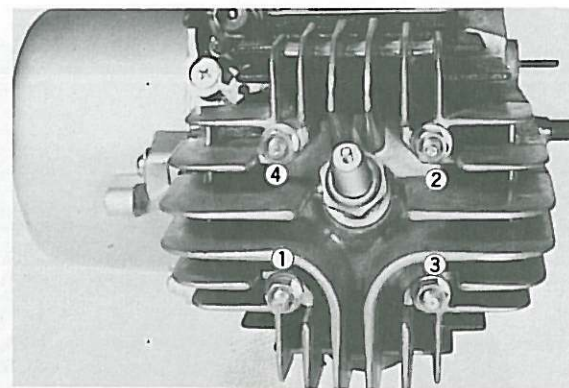

Fig. 3-2-2
Remove cylinder head holding nuts (4) and cylinder head and cylinder. (Fig. 3-2-2)
Enlever les écrous (4) de culasse, la culasse et le cylindre. (Fig. 3-2-2)
Die Befestigungsmuttern des Zylinderkopfes abschrauben und den Zylinderkopf sowie den Zylinder abnehmen. (Fig. 3-2-2)